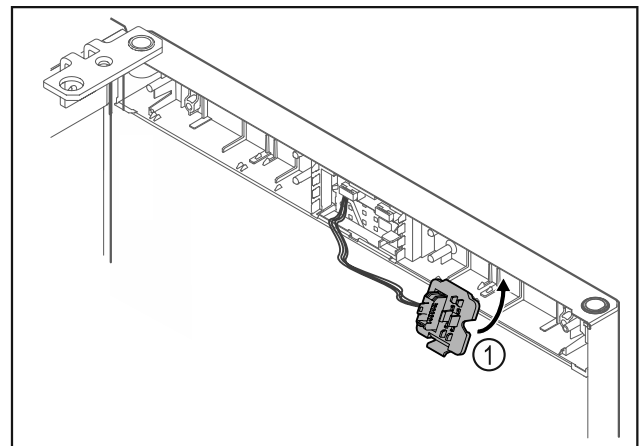

Fig. 19
- Accrocher le support de connecteur Fig. 19 (1) de l'autre côté.